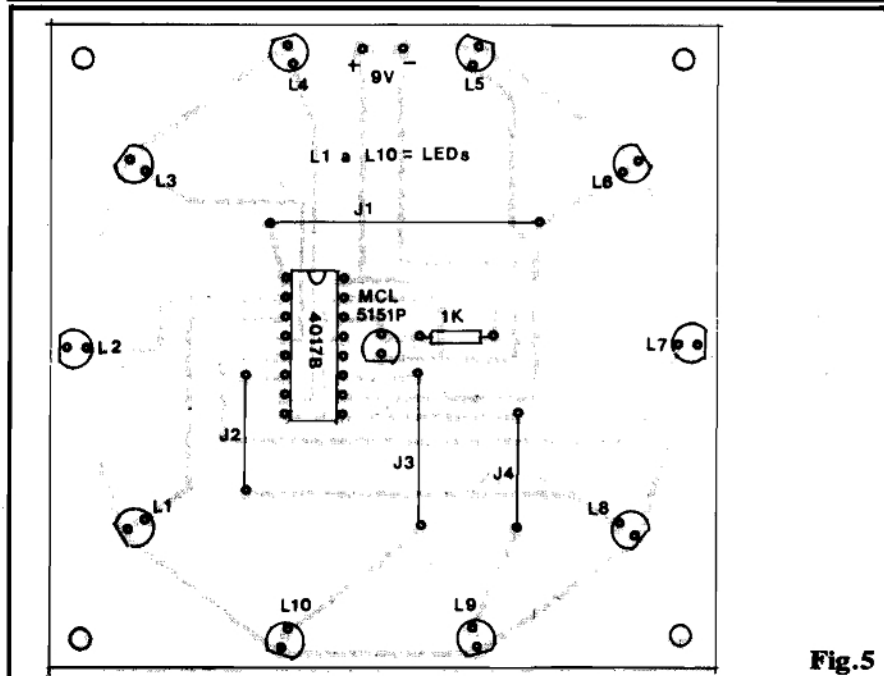

Fig.5
- FIG. 5 - O CHAPEADO DA MONTAGEM - Lado não cobreado da placa, com o Integrado, resistor e 11 LEDs já colocados. Observar, principalmente, os seguintes itens:
GEM - Em 6-A vemos a placa ainda pelo lado não cobreado, enfatizando apenas as ligações externas, à bateria e à chave interruptora... Atenção à polaridade, como sempre demarcada pelas cores dos fios agregados ao "clip" de conexão da bateriazinha: **vermelho** para o **positivo (+)** e **preto** para o **negativo (-)**. Quanto ao acabamento final da montagem, instalação em eventual caixa, etc., o item 6-B dá a nossa sugestão, que, contudo, pode ser tranquilamente modificada, ou mesmo "ignorada" pelo Leitor/"Aluno" que pretenda um visual final diferente... O único padrão rígido do acabamento é a posição dos 11 LEDs, que deverá ser demarcada, num painel de criação do próprio Leitor, usando-se como gabarito o próprio "chapeado" (fig. 5), para que as furações "batam"... De qualquer modo, consideramos que a sugestão, com o painel inclinado, resulta bonita e elegante, ampliando inclusive o "ângulo" de visualização com relação a outros eventuais arranjos. Vocês são livres, para adotar a solução que quiserem... Quanto ao funcionamento, não há muito que conversar: é ligar o interruptor geral (bateria 9V já conectada ao respectivo "clip") e observar... O LED central piscará cerca de 3 vezes por segundo (esse é um padrão de frequência genérico para os LEDs "pisca", podendo variar consideravelmente, já que **não** constitui um parâmetro rígido dos fabrican-